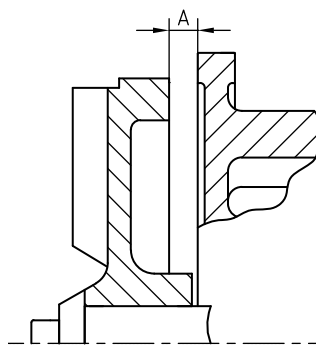

Figura 17: Ajuste do impulsor FRES.
- 2 Ajuste o impulsor ao tamanho **A** entre a parte traseira do impulsor e a cobertura intermédia. Consulte a figura 17 e a Tabela 6 abaixo. De preferência, utilize duas réguas calibradas.